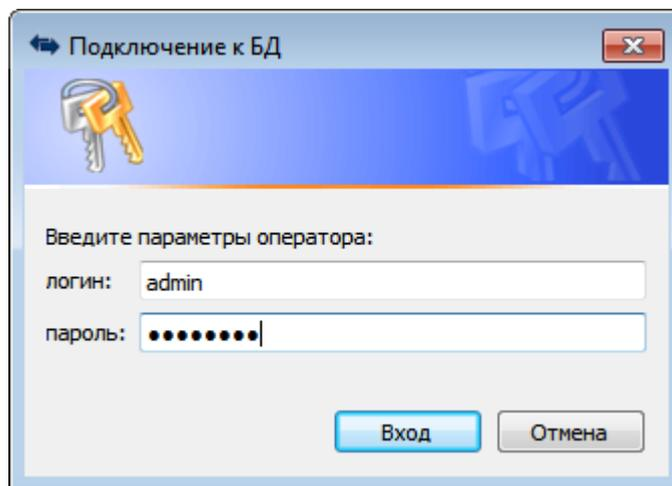

Рис. 17
- После установки параметров нажмите кнопку "Подключиться". Когда соединение с сервером межпрограммного обмена будет установлено, сервер передаст программе данные, необходимые для связи с БД, и станет возможна авторизация в программе и базе данных. На экране появится окно «Подключение к БД» (Рис. 17). При повторных запусках программы подключение к серверу обмена будет выполняться автоматически.
При первом запуске программы «Конфигуратор» потребуется установить соединение с сервером обмена: действуйте по аналогии с тем, как это было сделано при запуске программы «Администратор» (см. раздел 7.1). Далее необходимо в окне «Подключение к БД» (Рис. 17) ввести реквизиты оператора, в рассматриваемом примере это логин «Ivan» и пароль «Reverse».